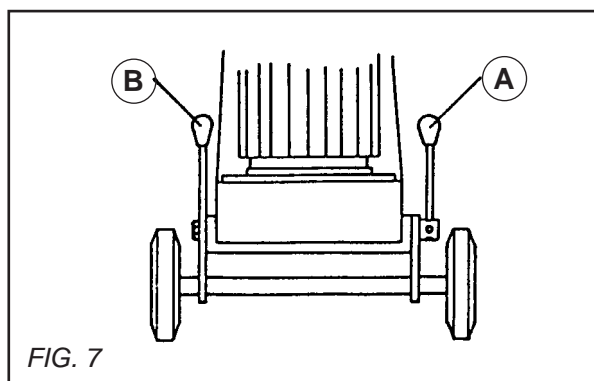

FIG. 7
Obtenu en desserrant le levier (A) et en amenant vers l'avant le levier (B) [VOIR FIG. 7].
Obtenu en desserrant le levier (A) et en amenant vers l'arrière le levier (B) [VOIR FIG. 7].